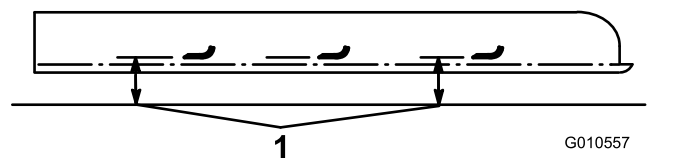
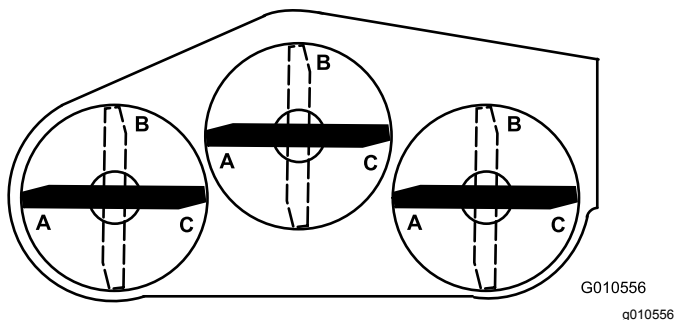

Figura 28
Figura 27
6. Coloque las 3 cuchillas en la posición "A" (Figura 27) y mida desde la superficie nivelada a la parte inferior de la punta de cada cuchilla (Figura 28) y anote la medida.
7. Gire las cuchillas a la posición B (Figura 27), mida la distancia entre todas las cuchillas y la superficie plana y anote las dimensiones (Figura 28).
8. Gire las cuchillas a la posición "C", mida, y anote la distancia (Figura 27 y Figura 28).